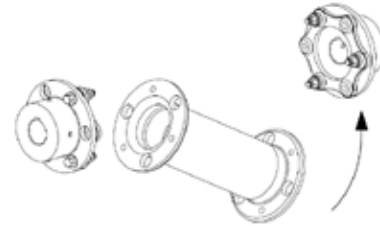

Figure 3 - Positionner la cale d'espacement entre les moyeux.
- 3.1. Positionner la cale d'espacement entre les moyeux tel qu'indiqué sur la figure 3.